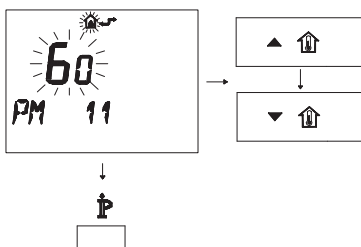

图 5.41
- 要修改已编程 SET, 请按 或 并等待已编程数开始闪烁 (图 5.41)。每一步的增或减对应 1 秒。